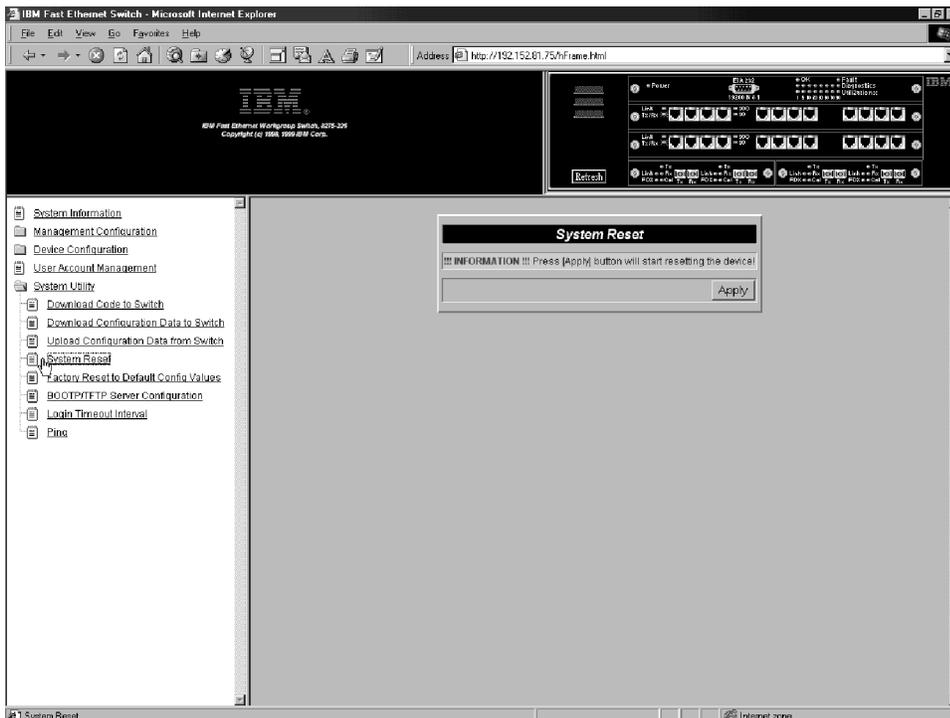

Figura 84. Panel System Reset
Seleccionando esta opción se visualiza el panel System Reset que se muestra en la Figura 84. Utilice esta opción para restablecer el 8275 sin apagarlo. El restablecimiento del 8275 tardará, aproximadamente, 10 segundos.
Paso 2. Vuelva a seleccionar **Apply** cuando aparezca el panel de aviso, tal como se muestra en la Figura 84.